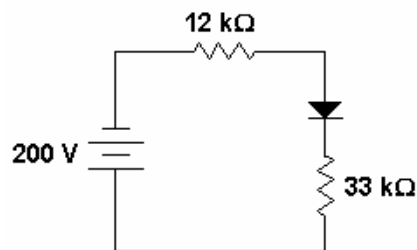

FIGURA 3
- 10) Qual desses diodos rompe-se, quando utilizado no circuito da Figura 3?